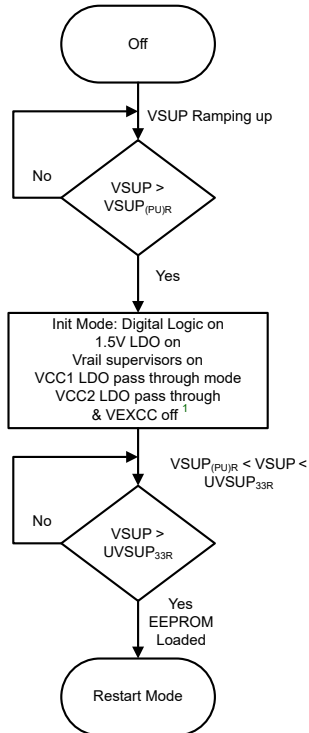

図 8-3. 起動時の状態図
デバイスでは、パワーオンリセット (VSUP_{(PU) R/F}) と低電圧 (UVSUP_{33R/F} および VSUP_{5R/F}) の 3 つの VSUP 電圧レベルが監視され、ランプアップとダウンの両方の値が監視されます。UVSUP も、VCC1 の電圧レベルに応じて 2 つの異なるスレッショルドに分解されます。UVSUP については、セクション 8.4.8.8 で説明します。パワーアップについては、図 8-3 は利用可能な電圧レベルと機能と時期に関する情報を提供します。